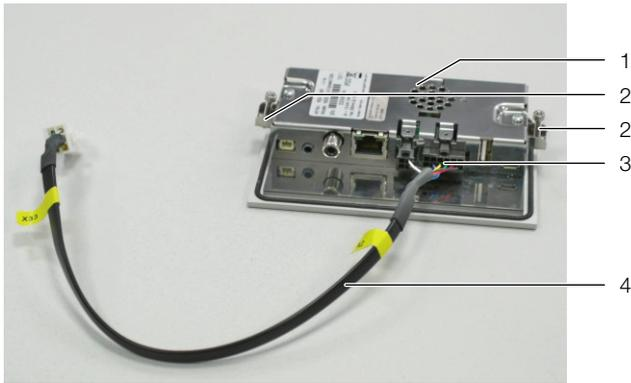

Abb. 56: Vorbereiten des Displays
- Setzen Sie die Befestigungsklammern mit den Schrauben (Abb. 56, Pos. 2) links und rechts in das Display ein.
- Stecken Sie das Anschlusskabel (Abb. 56, Pos. 4) unten am Display (Abb. 56, Pos. 3) ein.